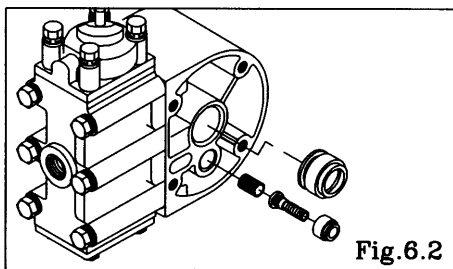

Fig. 6.2
- 拔出导气阀组件和阀座。（Fig.6.2）
- 拔出通道轴承。（Fig.6.2）